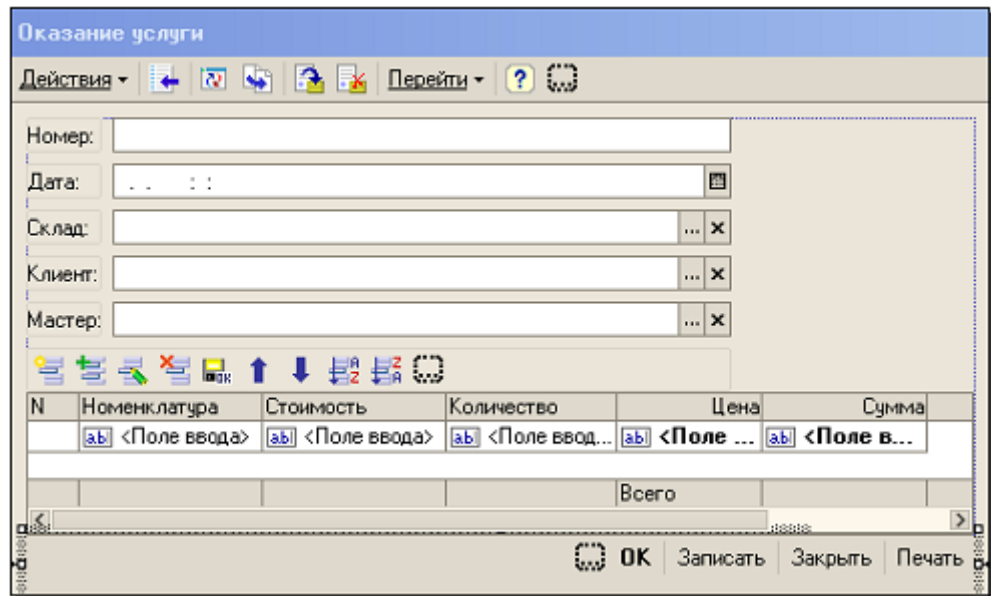

Рис. 99
- откройте форму **ФормаДокумента** документа **ОказаниеУслуги** и добавьте в табличное поле колонку, отображающую новый реквизит **Стоимость**, расположив ее после колонки **Номенклатура** (рис. 99). Для этого выделите табличное поле и выполните команду контекстного меню *Размещение данных*. В окне **Размещение данных** отметьте реквизит *Стоимость* и щелкните ОК, после этого переместите мышью колонку *Стоимость* и поместите ее после колонки *Номенклатура*.